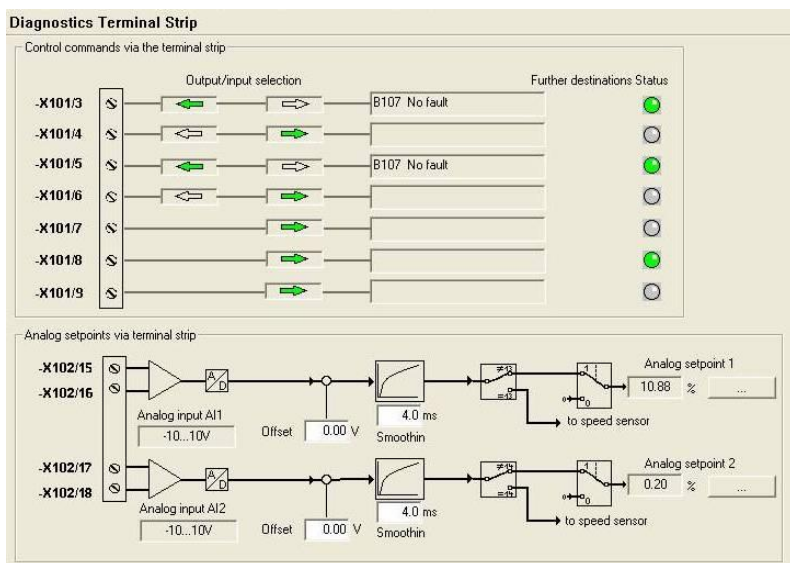

Рис. 39. Окно «Диагностика клеммников»
- ***Terminal strip diagnostics*** – при выборе данного пункта открывается окно (рис.39), в котором отображается информация о состоянии входных/выходных сигналов преобразователя: цифровых (клеммник X101) и аналоговых (клеммник X102);